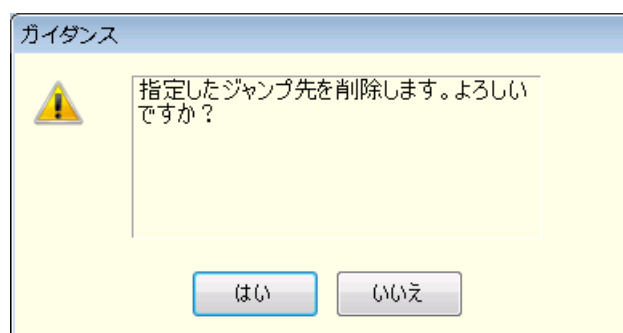

図6-8 ステップ削除の確認ダイアログ
- ジャンプ先やブランチステップに設定されているステップを削除した場合は，図6-8のようなダイアログが表示されます。**はい**を選択するとステップが削除され，ジャンプ先やブランチステップは，ステップ番号0に自動更新されます。**いいえ**を選択すると，ステップの削除はキャンセルされます。